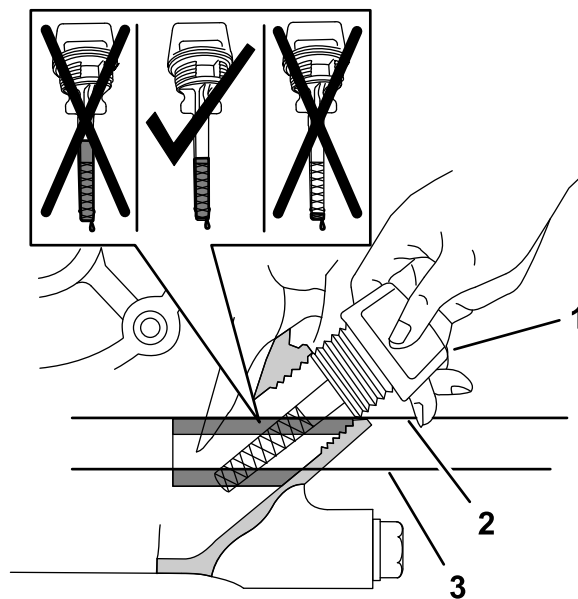

Figure 68
3. Insérez la jauge dans le moteur, comme montré à la Figure 68.
4. Sortez la jauge du goulot de remplissage et vérifiez le niveau indiqué (Figure 68).
**Remarque:** Le niveau d'huile moteur doit recouvrir la zone hachurée sur la jauge (Figure 68).